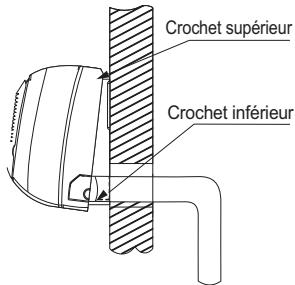

Fig. 15 — Installation du module intérieur
- Appuyez la partie inférieure du boîtier intérieur sur le mur en la poussant vers le haut, puis déplacez le module intérieur d'un côté à l'autre et de haut en bas pour vérifier s'il est bien accroché (voir fig. 15).